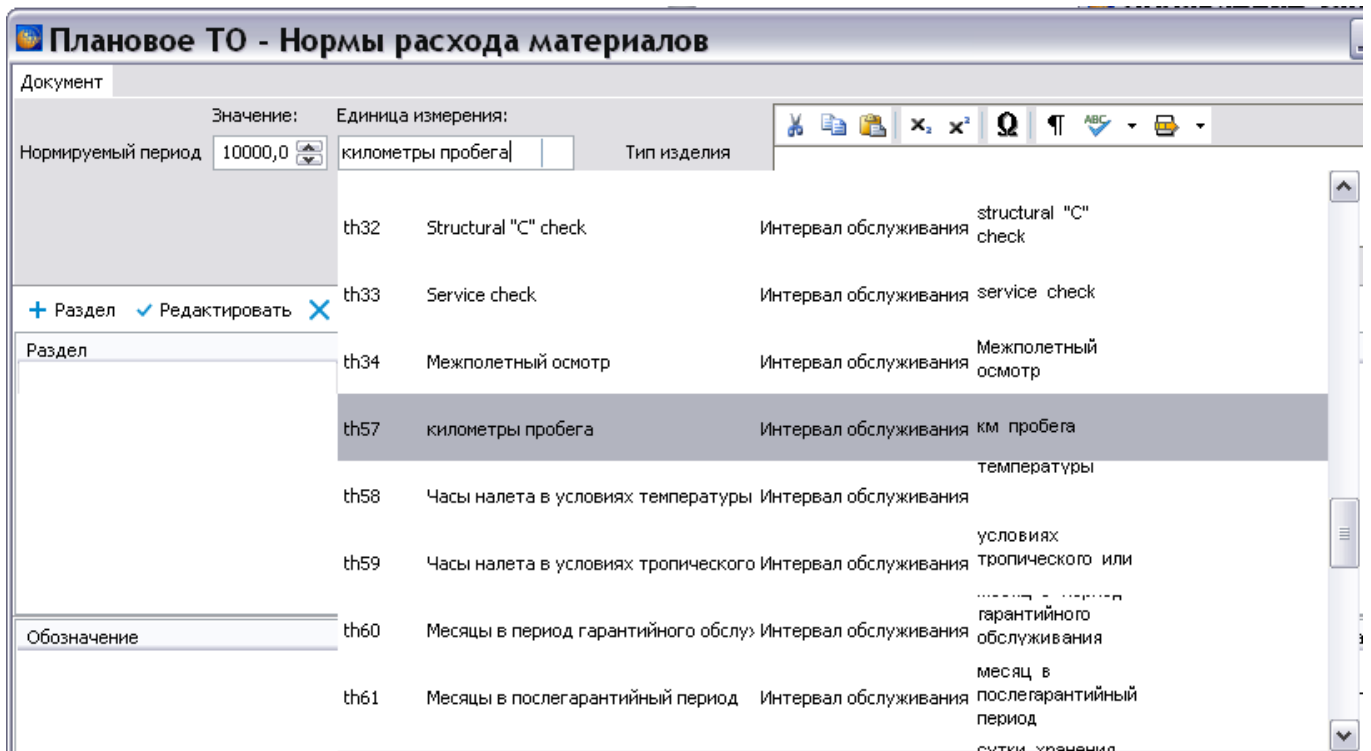

Рисунок 654
- 2) В поле **Единица измерения** нажмите на кнопку , и выберите из списка единицу измерения (рисунок 654).